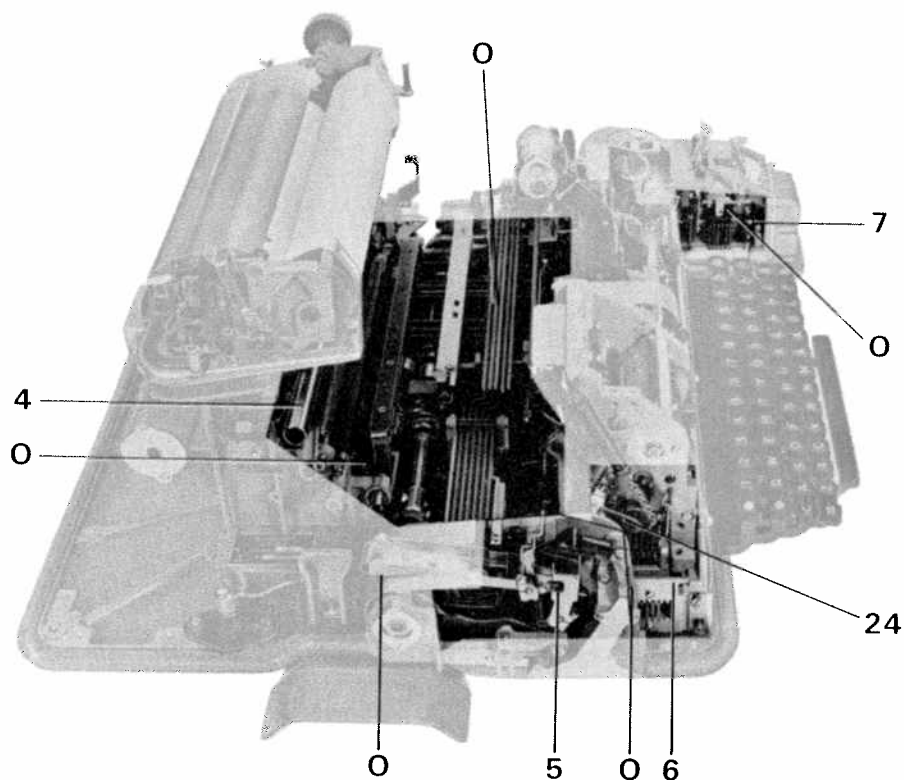
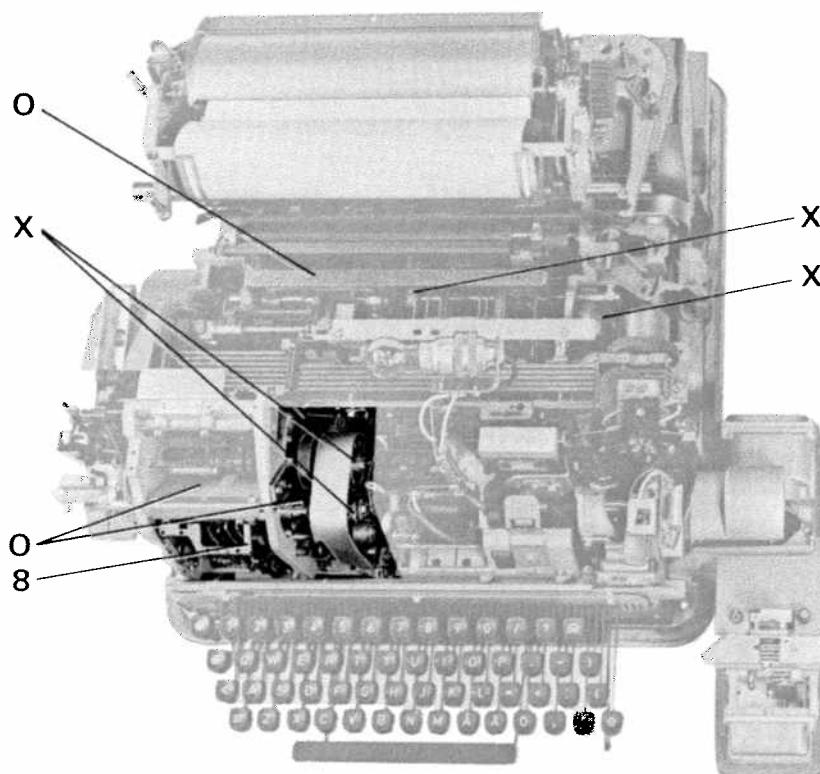

Bild 28
Bild 29
- 3.3.2.3 Vrid armen 24, bild 28, i medurs ändläge innan magasinssändaren, fält 8, bild 29, dimsmörjs.